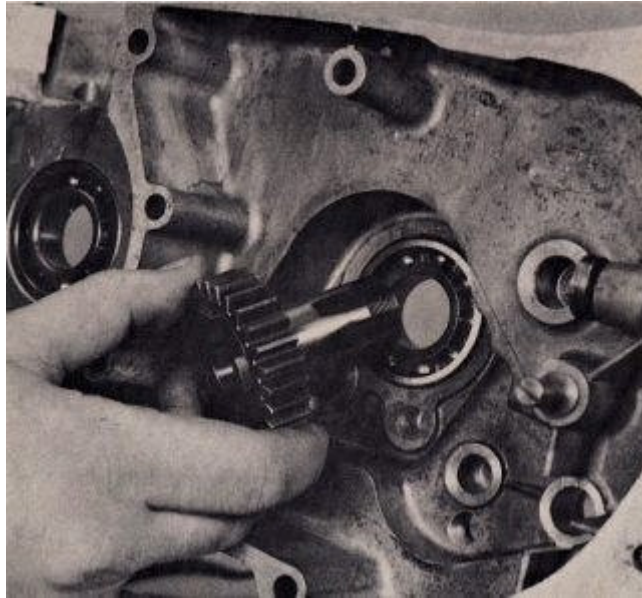

FIG. 89
2. Si ha eliminado la transmisión de engranajes impulsada quinto, vuelva a instalar ahora. Empuje en el cojinete de transmisión derecha hasta el tope (Fig. 89). Si es necesario, golpea ligeramente con un mazo de plástico o de cuero crudo que se asiente contra el rodamiento.